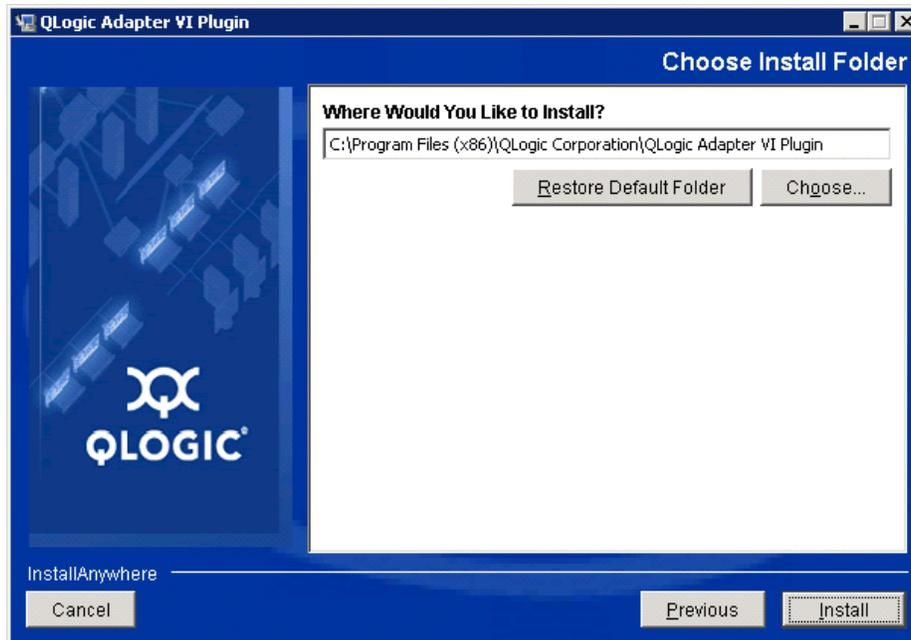

Figure 2-12. Assistant QLogic Adapter VI Plug-in : Choisissez le dossier d'installation
4. Sélectionnez le répertoire d'installation, puis cliquez sur **Install** (Installer) (voir Figure 2-12).